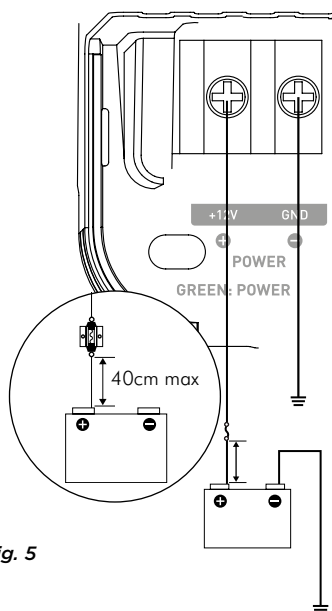

fig. 5
- 9 - Toujours protéger la batterie et le circuit électrique de dommages potentiels à l'aide de fusibles. Installer un porte-fusible et un fusible appropriés sur le câble d'alimentation 12 V positif (+) à moins de 40 cm de la borne de la batterie. Idéalement, cette distance doit être la plus courte possible (*fig.5*).
Préparer le câble d'alimentation positif (+) pour le relier à l'amplificateur en utilisant une fourche appropriée puis bloquer le câble en vissant fermement. (*fig. 5*)